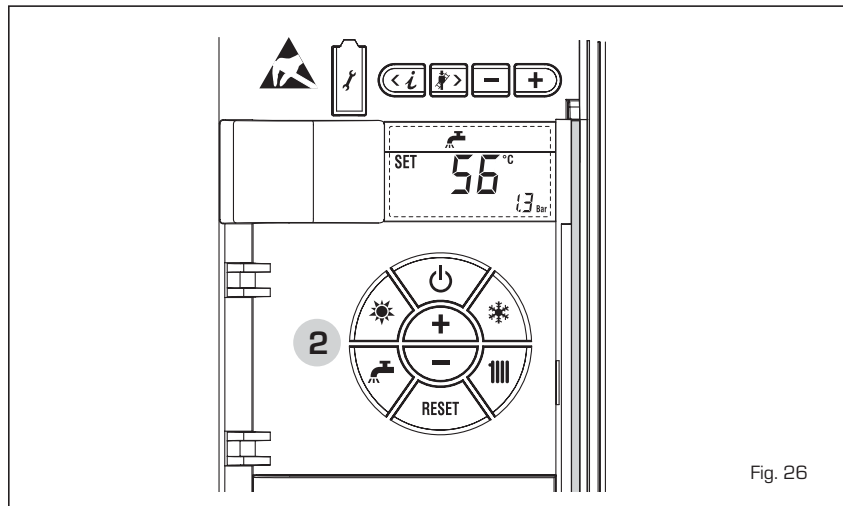

Fig. 26
**REGULACIÓN DE LA TEMPERATURA DEL AGUA SANITARIA (fig. 26)**